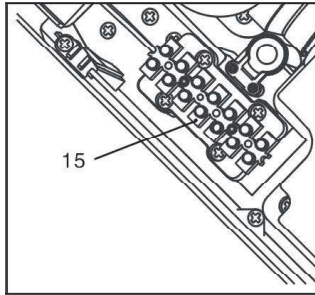

fig.4
7. Connectez le cordon d'alimentation au bornier à l'endroit indiqué (voir fig.4).